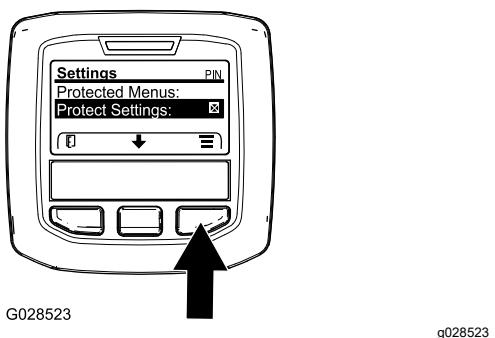

Bild 25
- Navigieren Sie vom Hauptmenü mit der mittleren Taste auf das Menü EINSTELLUNGEN und drücken Sie die rechte Taste (**Bild 25**).